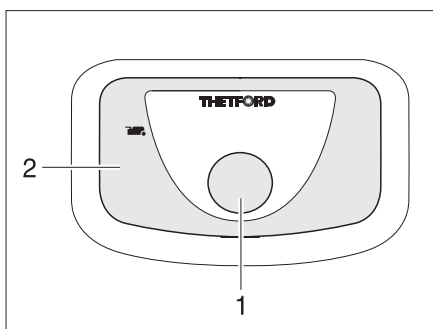

Fig. 244 Bouton pour la chasse d'eau/
- Pour actionner la chasse d'eau, appuyer sur le bouton bleu (Fig. 244,1) .
Le voyant de contrôle (Fig. 244,2) s'allume lorsque la cassette Thetford doit être vidée.